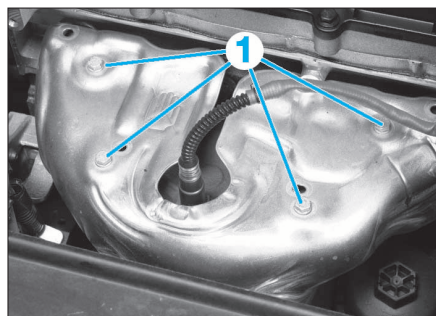

FIG. 8
- les 4 vis de fixation de l'écran thermique du collecteur d'échappement (1) (Fig.8).